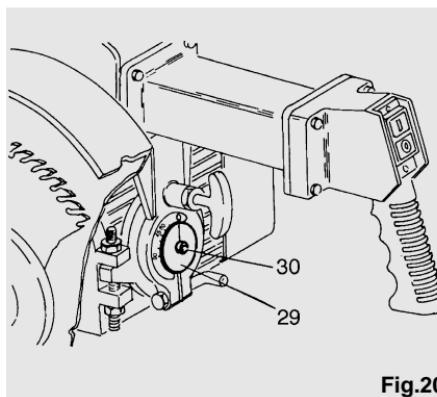

Fig.20
- Als het zaagblad loodrecht staat dan moet men de index (29) controleren en eventueel afstellen door de schroef (30) los te draaien zodat de zwarte lijn samenvalt met de nul-positie (zie de afbeelding 20).